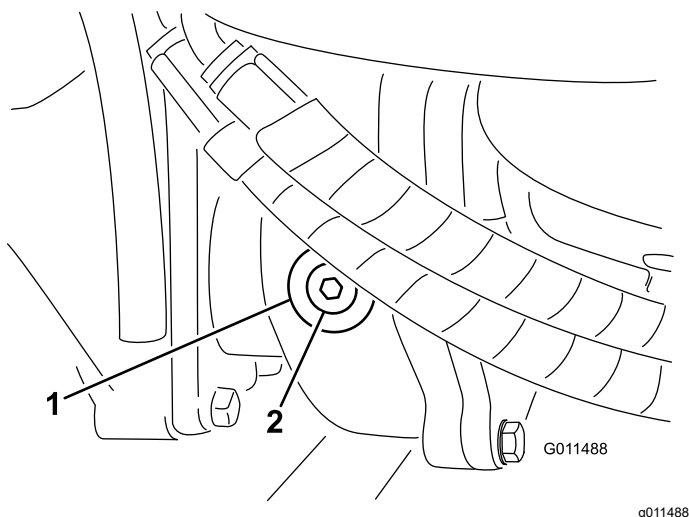

Figura 106
2. Togliete il tappo di controllo/riempimento dal lato sinistro del riduttore e verificate che il lubrificante raggiunga la base del foro (Figura 106).